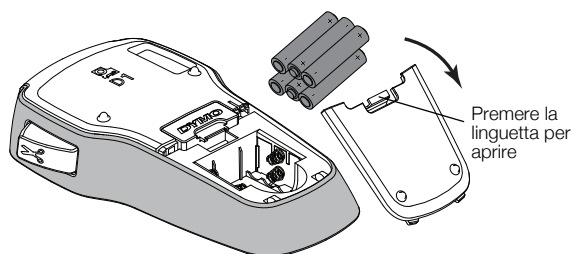

Figura 2
- 1 Premere la linguetta nella parte posteriore dell'etichettatrice per aprire il coperchio del vano batterie. Vedere la Figura 2.